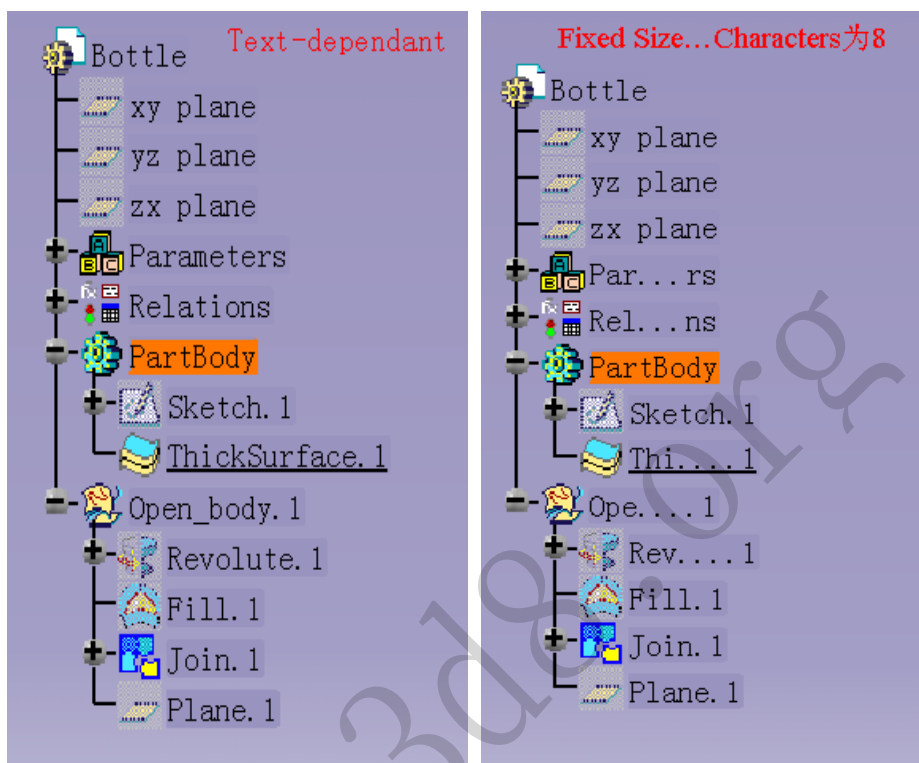

图 1-34 用 Tree Item Size 控制目录树中条目名称的显示
- ◆ Tree Item Size 控制目录树中各条目名称的显示。图 1-34 分别显示了设置 Text-dependant 选项和 Fixed Size...Characters 为 8 时的效果。